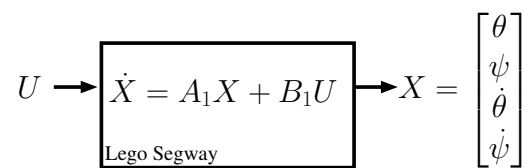

FIGURE 3 – Représentation d'état du système
5. Donner alors l'expression des matrices A_1 et B_1 du modèle d'état $\dot{X} = A_1 X + B_1 U$ du Segway (figure 3) en fonction de E , F , G , H , la matrice identité et la matrice nulle.